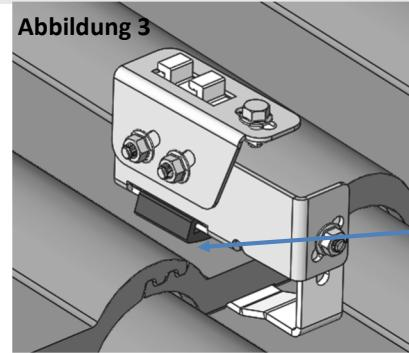

Abbildung 3
- Ziegel über die Einhängung schieben und das Oberteil des Universal-Solarhalters auf den eingeschobenen Ziegel setzen. Das Auflagegummi muss auf Höhe der Traglattung liegen und auf dem Ziegel aufliegen. Verschraubung fest anziehen. (Abbildung 3)